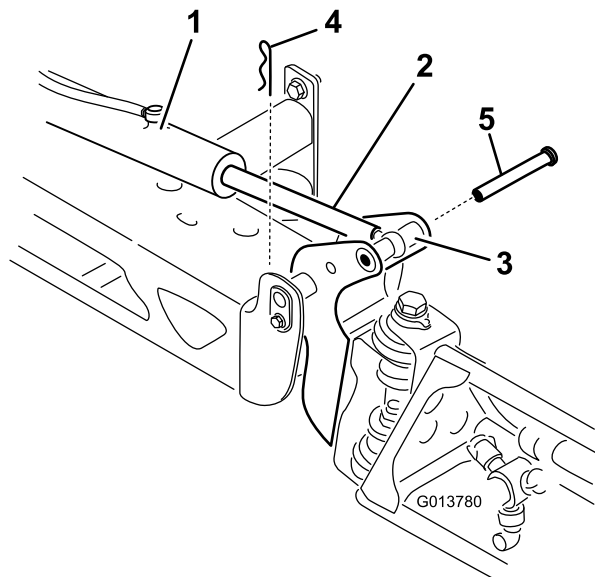

Figura 113
2. Îndepărtați cuiul spintecat de la fusul de basculare (Figura 113).
3. Ridicați braul și îndepărtați tiftul (Figura 113) și coborâți încet braul la sol.
9. În timp ce susțineți braul, introduceți tiftul atât prin pivotul braului, cât și prin capătul de tijă (Figura 113).